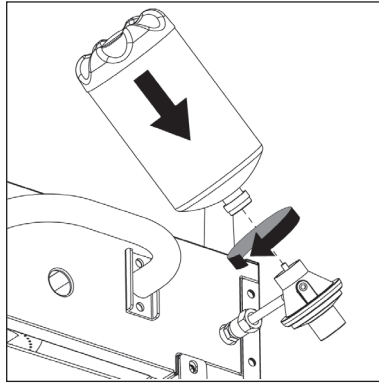

Figura 5
2. Gire el tanque de gas propano líquido en sentido contrario a las manecillas del reloj, hasta que se afloje (vea Figura 5).